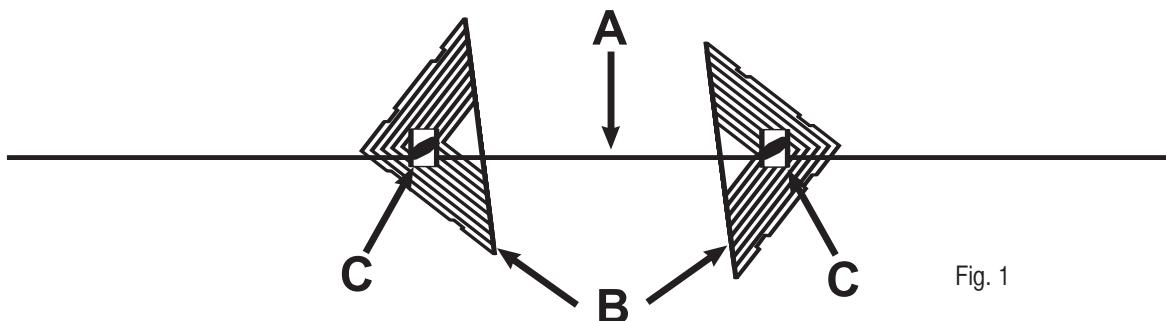

Fig. 1
- 1. Outil de dimensionnement (Fig. 1)**
1. Messwerkzeug (Abb. 1)
- 1. Attrezzo per dimensionare (Fig. 1)**
1. Herramienta de medición (Fig. 1)